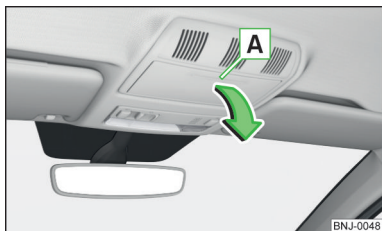

Fig. 82
- ▶ Apăsați pe capacul compartimentului pentru ochelari în zona **A** » fig. 82.
- ▶ Rabatați compartimentul în sens contrar săgeții » fig. 82, până se fixează cu un zgomot specific.